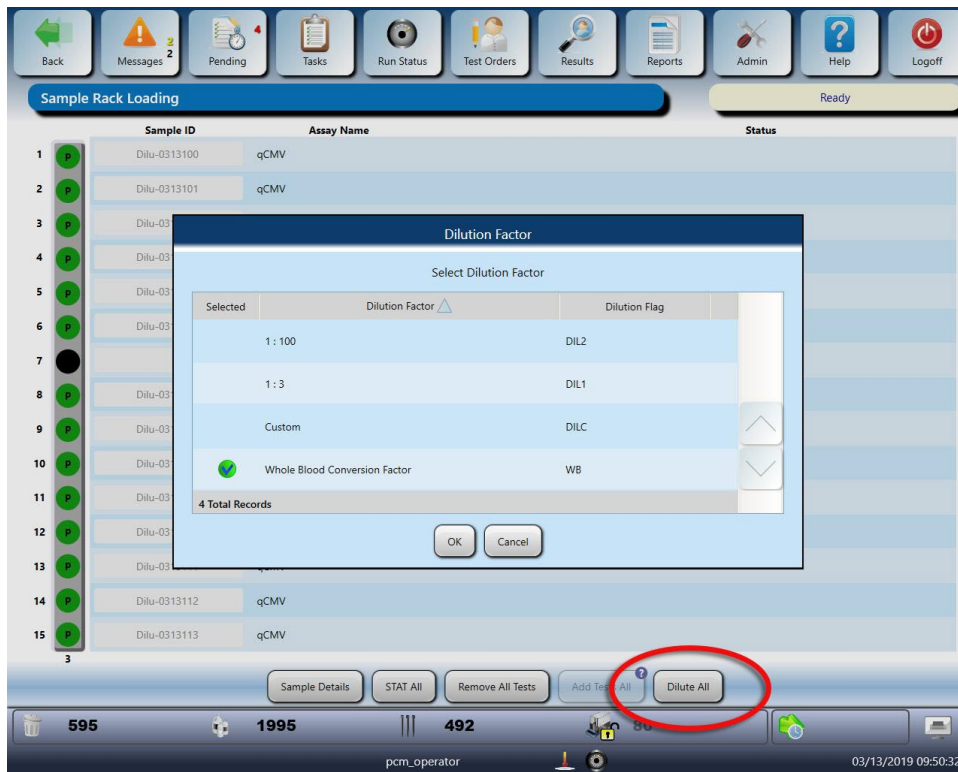

Figura 5. La finestra Dilution Factor (Fattore di diluizione) nella schermata Sample Rack Loading (Carico rastrelliera dei campioni)
- f. Gettare via sia il collare di ricostituzione sia la fiala di vetro (Figura 5, fase 8).